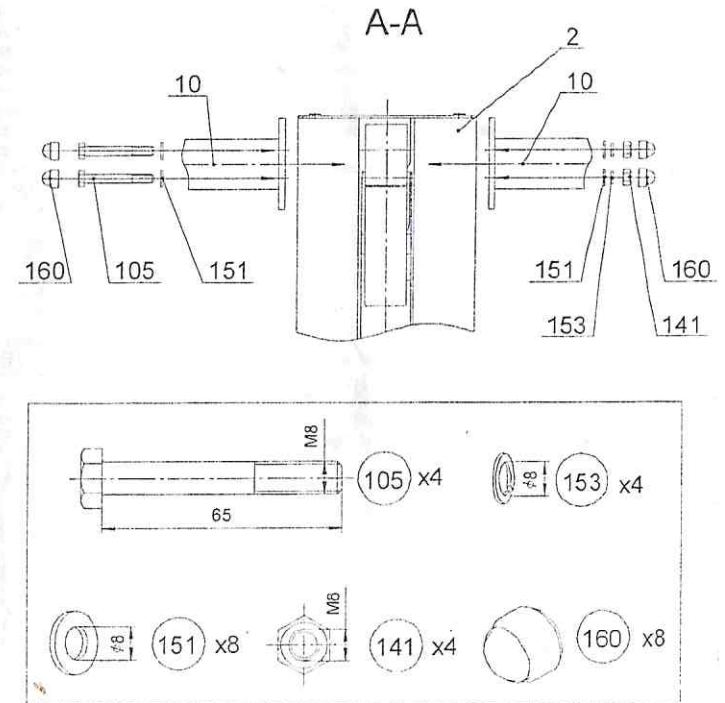

Рис.7
9.3.3.1 На стойку поз.2 установить и закрепить полускобы поз.10 (рис.7)